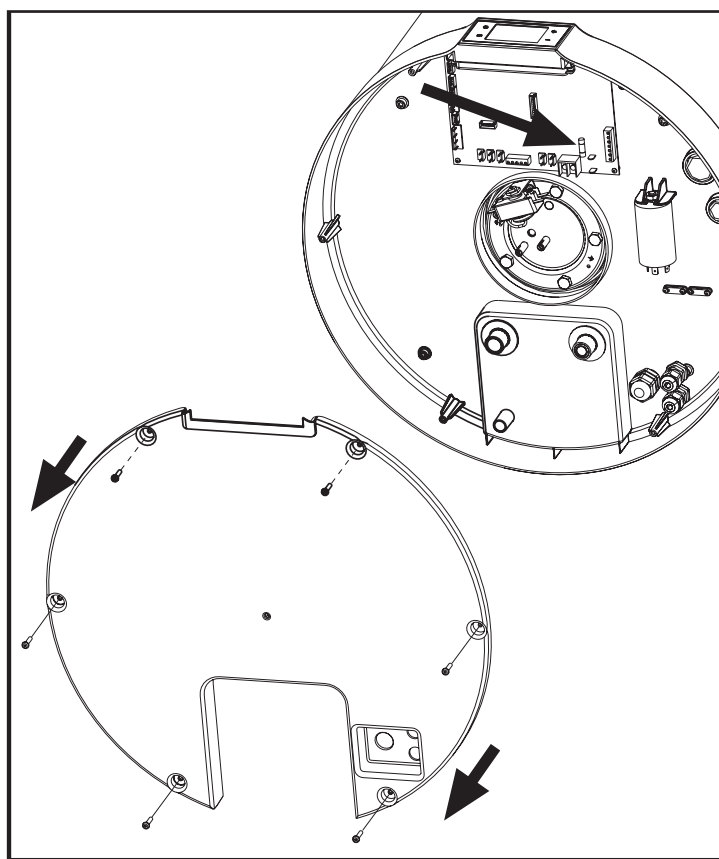

fig. 40
- Retirez le capot inférieur en dévissant d'abord les vis de verrouillage spécifiques (fig. 40).